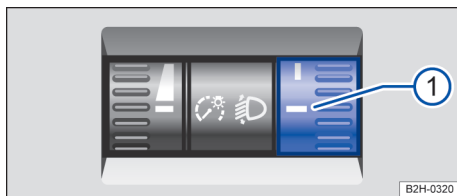

Fig. 79 Ao lado do volante: regulador da regulagem de alcance do farol ①.
- Girar o regulador **Fig. 79** ①¹⁾ para a posição necessária (no exemplo, estado de carregamento do veículo):